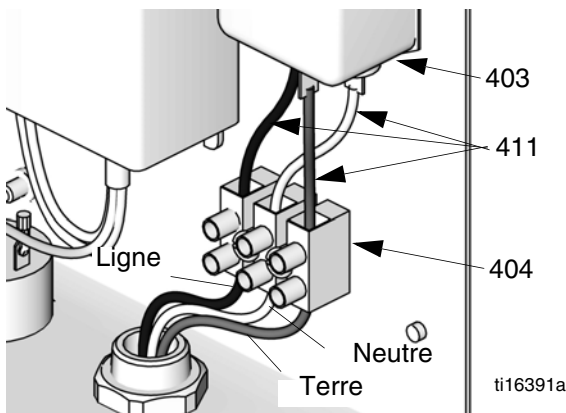
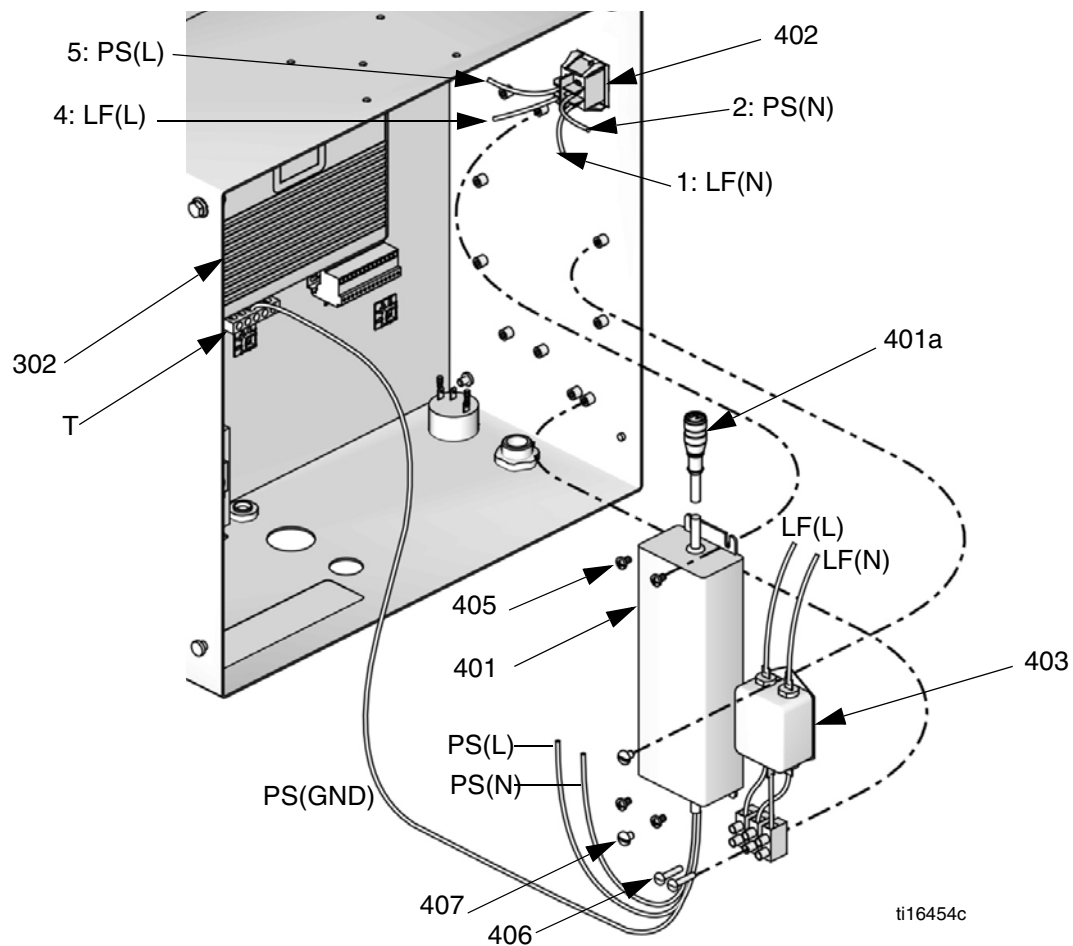

FIG. 5. Branchements électriques du bloc de dérivation
FIG. 8. Remplacement de l'alimentation électrique murale
4. Voir la FIG. 8. Débrancher le câble CAN d'alimentation électrique (401a) du module avancé de contrôle des produits (302).
5. Débrancher les fils du filtre de conduite et ceux de l'alimentation électrique de l'interrupteur électrique (402).
6. Débrancher le fil de masse d'alimentation électrique PS(GND) du terminal mis à la terre du module avancé de contrôle des produits (T).
7. Retirer les quatre vis (405) et l'alimentation électrique (401). Pour remplacer le filtre, retirer deux vis (407) et le filtre (403).
8. Installer la nouvelle alimentation électrique (401) et le filtre de conduite (403) à l'aide des vis fournies (405, 407), comme illustré.
9. Voir la FIG. 8. Brancher le faisceau électrique (410/LF) au filtre de conduite (403) et à l'interrupteur électrique (402), comme illustré. Se reporter également au Schéma électrique.
10. Brancher le faisceau d'alimentation électrique (411/PS) à l'interrupteur (402), comme illustré. Se reporter également au Schéma électrique. Brancher le fil de masse d'alimentation électrique au terminal mis à la terre (T) du module avancé de contrôle des produits.
11. Voir la FIG. 5. Brancher le faisceau électrique (411) au filtre de conduite (403) et au bloc de dérivation (404), comme illustré. Se reporter également au Schéma électrique.